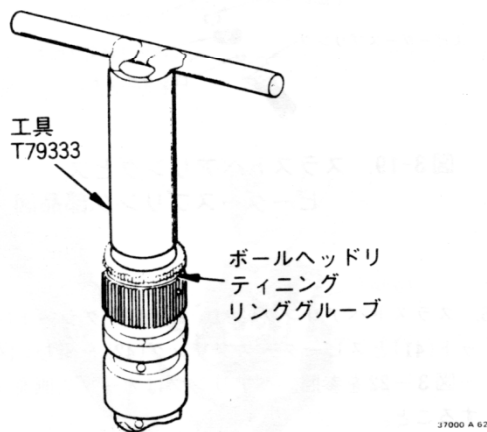

図3-14. リティニング取り付け図
8. ウェルデストラックブライアーを使ってリティニング(37)をパイロットバルブプランジャー(31)に入れ、工具T79733で内側の溝におさまるまで押しこむ。図3-14参照。